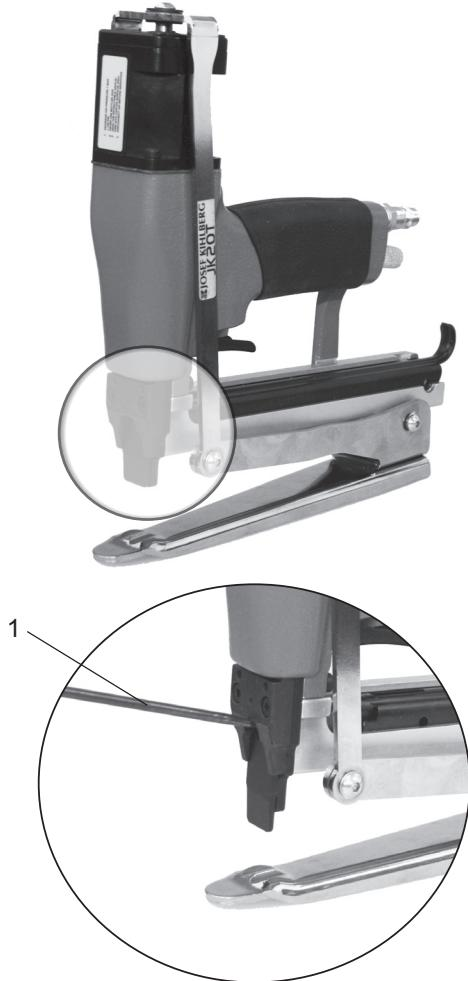

Fig. 5
- Bänd upp dörren med en skravmejsel (Fig.5/1). Det finns tre urtag i dörren för att förenkla demonteringen. Ta bort dörren.